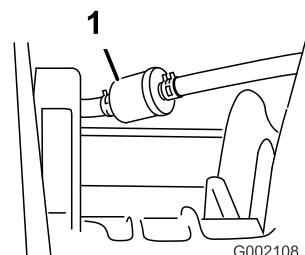

Figura 37
5. Rimuovete i dispositivi di fermo che fissano il filtro del carburante ai tubi di alimentazione (Figura 37).